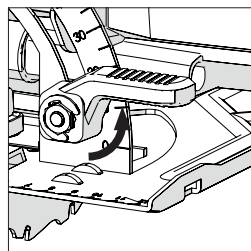

Fig. 13
- Lossa låsningsmekanismen för avfasning som finns på maskinens framsida, genom att dra spaken uppåt. (**Fig. 13**)